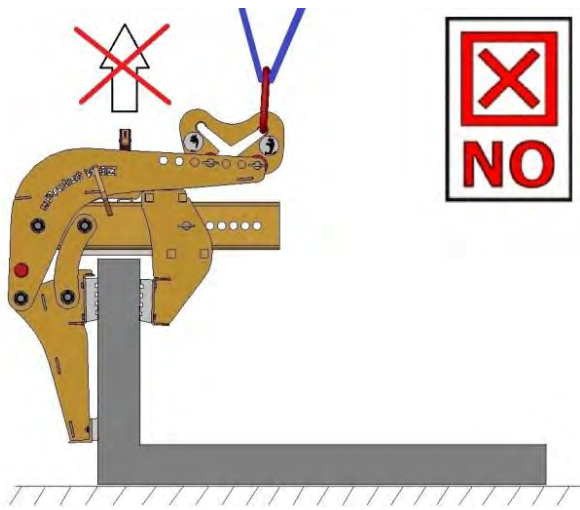
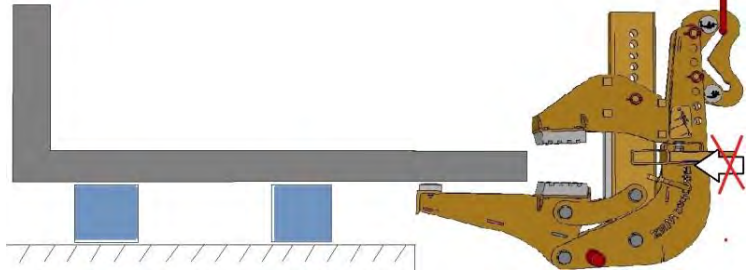

Fig. 7
Fig. 8
**Il est interdit de se retourner, de mettre en place des objets / éléments de saisie couchés ou de les renverser! (→ Fig. 7 et Fig. 8).**